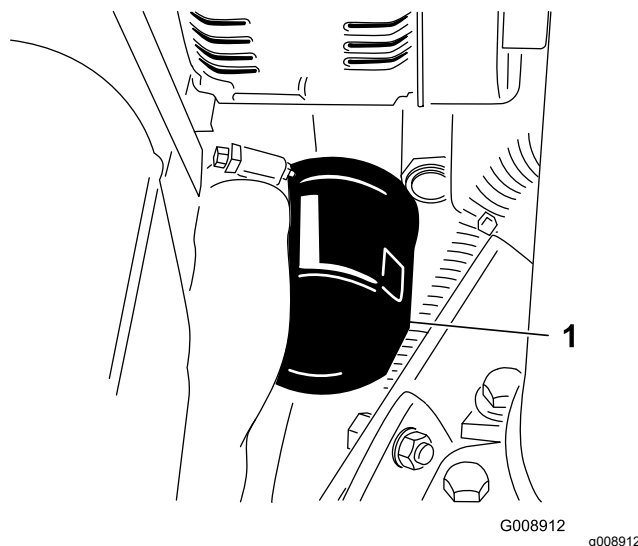

Рисунок 62
2. Снимите масляный фильтр (Рисунок 62).